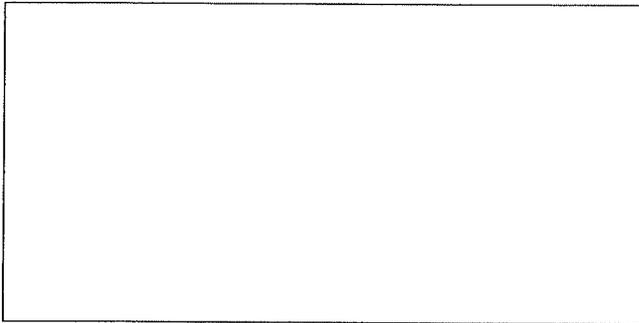

Рис. 44. Крепление стержней
Каждая стойка идентифицируется по номеру в верхней ее части. Стойка с пультом управления (1) отличается от других наличием отверстий для крепления пульта управления и силового гидроузла (Рис. 44).
Закрепите нижние концы стержней безопасности (12) винтами М10х25 с шестигранными головками (30) и шайбами 10х30 (29), как показано на Рис. 44.
Снимите гайки М20 (поз. 25, Рис. 42) и шайбы 21х37 (поз. 26) с концов подъемных тросов и вставьте их хвостовики (поз. 19, Рис. 44) в соответствующие отверстия в верхних плитах стоек.